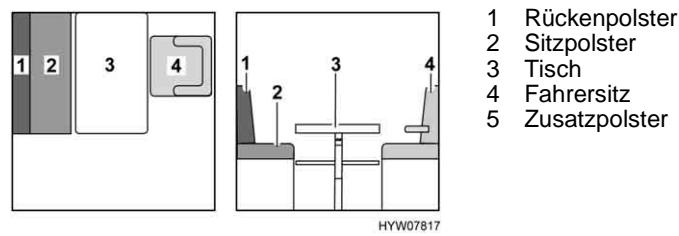

Bild 122 Vor dem Umbau
- Den Fahrersitz (Bild 122,4) drehen und ganz nach vorn schieben.
- Tisch (Bild 122,3) zum Bettunterbau umbauen (siehe Abschnitt 6.7).